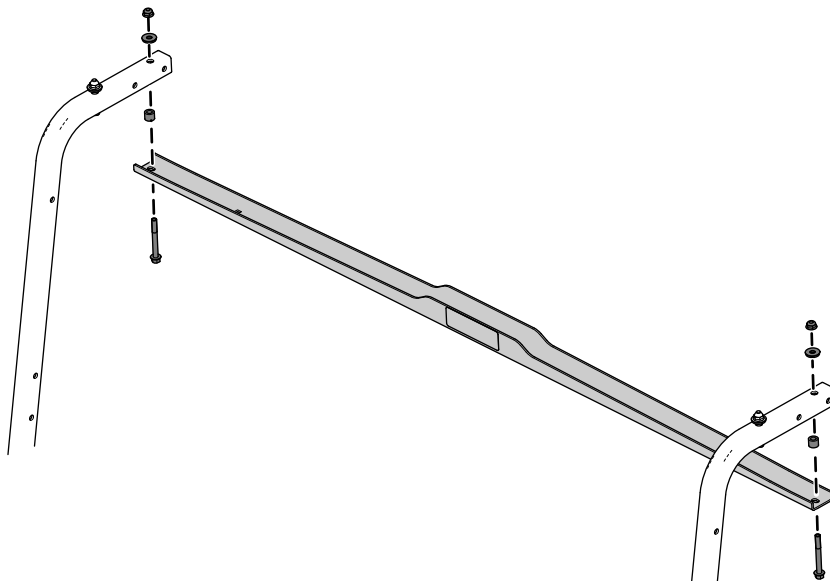

图 2
如图 2 所示卸掉顶篷支撑托架。
5. 如果需要用先前卸下的五金件将顶篷支撑托架安装到机器上请参阅 图 2。